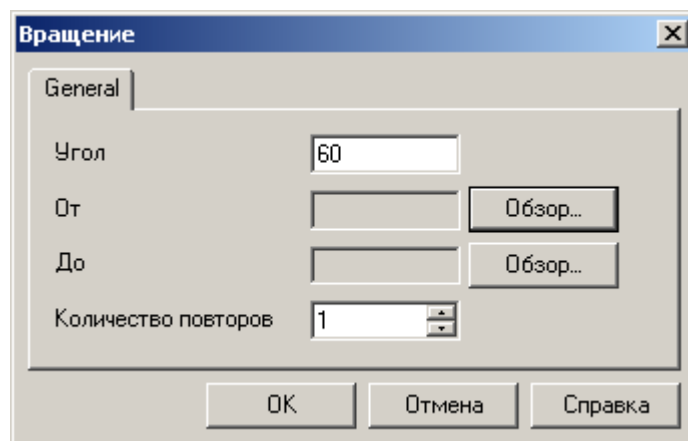

Рис. 4
1. Угол - угол поворота стола, для повторения обработки, в данном случае равный 60° ($360^\circ/6$ сторон шестигранника= 60°) рис.4;